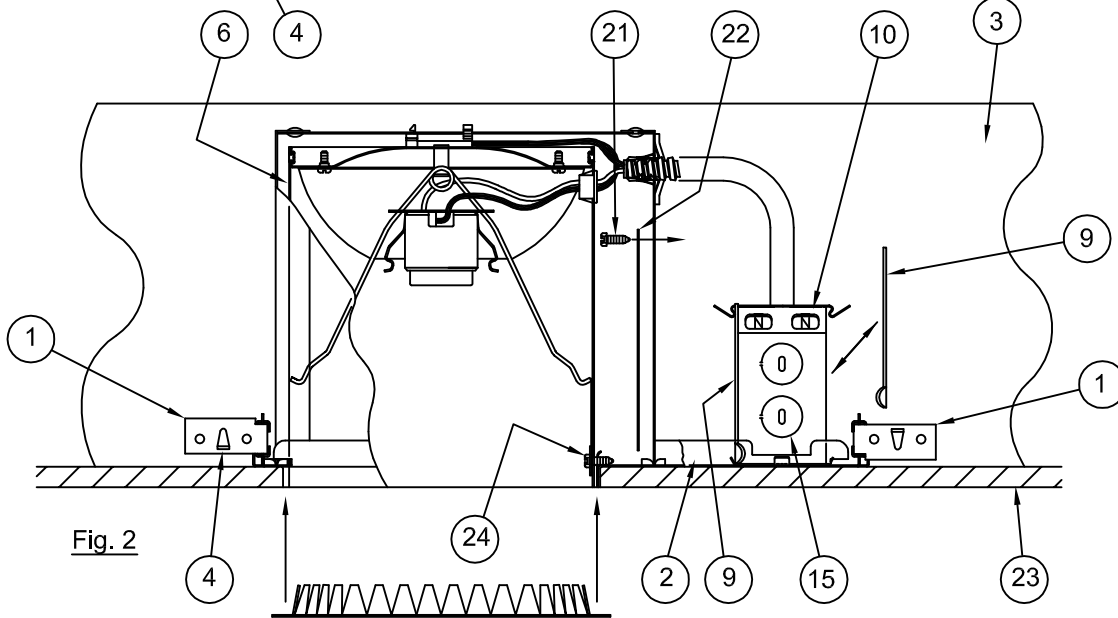

Fig. 2
- 7.- For air-tight applications or to meet Washington State Energy Code Requirements fill the space between the housing (6) and drywall ceiling (23) with silicone caulking, tape, or any other means acceptable to the local code official. Progress Lighting Gasket Kit 8587-01 (purchased separately) can be used for this purpose. (See Fig. 2).
7.- Para instalaciones hermeticas o para cumplir con las exigencias del Código de Energía del Estado de Washington, rellenar el espacio entre la cubierta (6) y el cielorraso (23) de muro de mampostería sin mortero con una masilla de silicona, cinta, o otro medio conforme al código local oficial. Se puede usar el Kit de Junta Progress Lighting P8587-01 (comprar por separado). (Vea Fig. 2).
7.- Pour les applications hermetiques ou pour satisfaire aux exigences du Code de l'Énergie de l'État de Washington, combler l'espace entre le logement (6) et le plafond (23) en mur de pierres sèches avec un mastic de silicone, ruban, ou autre moyen qui conforme au code local officiel. On peut utiliser le Nécessaire de Joint Progress Lighting P8587-01 (acheter séparément). (Voir Fig. 2).